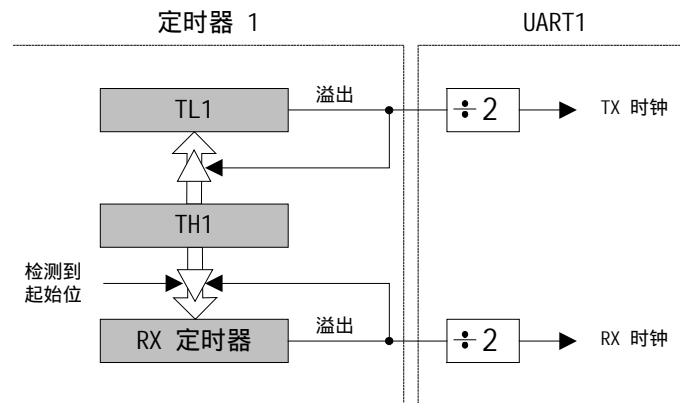

图 22.2 UART1 波特率逻辑
UART1 波特率由定时器 1 工作在 8 位自动重载方式产生。发送 (TX) 时钟由 TL1 产生；接收 (RX) 时钟由 TL1 的拷贝寄存器 (图 22.2 中的 RX 定时器) 产生，该寄存器不能被用户访问。TX 和 RX 定时器的溢出信号经过二分频后用于产生 TX 和 RX 波特率。当定时器 1 被允许时，RX 定时器运行并使用与定时器 1 相同的重载值 (TH1)。在检测到 RX 引脚上的起始条件时 RX 定时器被强制重载，这允许在检测到起始位时立即开始接收过程，而与 TX 定时器的状态无关。